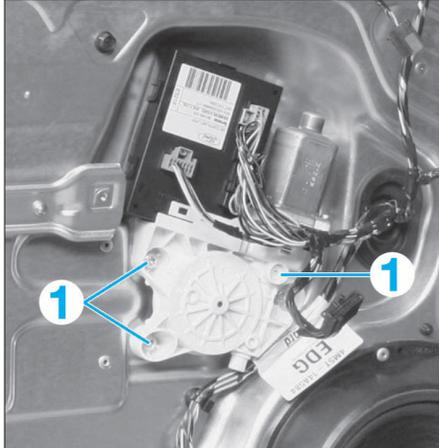

FIG. 61
- Déposer les 3 vis (1) Fig.61) du moteur de lève vitre.